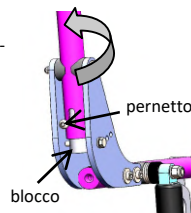

fig. 17: montante schienale
- **Montanti schienale: inserimento/disinserimento** (fig. 17)